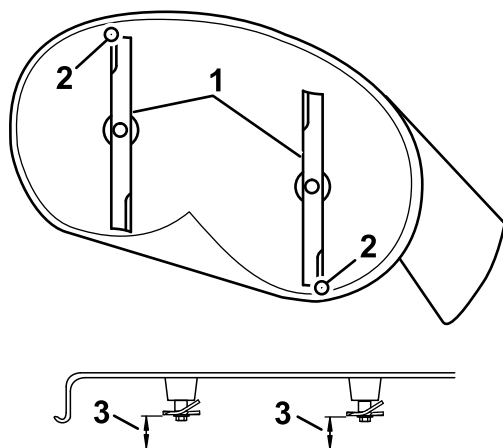
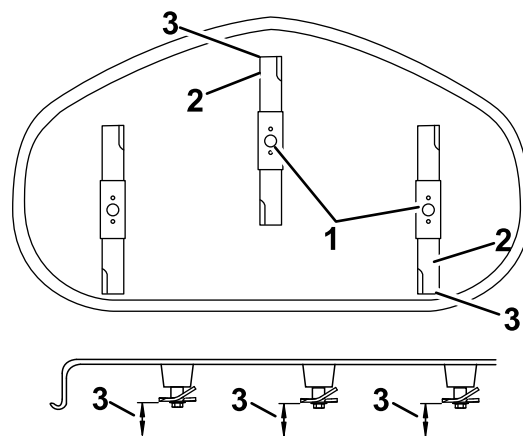

Figura 66
Figura 67
4. Girate con cautela le lame in modo che siano disposte longitudinalmente (Figura 66).
5. Misurate il valore dalla punta della lama anteriore e dalla punta della lama posteriore alla superficie piana (Figura 66 o Figura 67).
4. Dopo la regolazione, ricontrollate l'inclinazione longitudinale e continuate la regolazione del dado finché la punta della lama anteriore non è più bassa di 1,6–7,9 mm rispetto a quella posteriore (Figura 66).